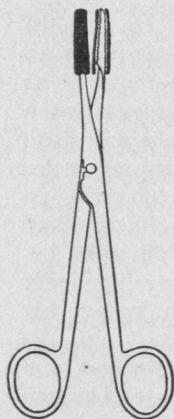

Abb. 3.
**Gebrauch der Kornzange.** Seit mehr als zwei Jahren benutzen wir zum Auflegen von Wäegeräten eine Kornzange, wie sie in Abb. 3 wiedergegeben ist und die zu einem unentbehrlichen Gerät am Wägetisch wurde. Die Zange ist vorne mit einem tadel-